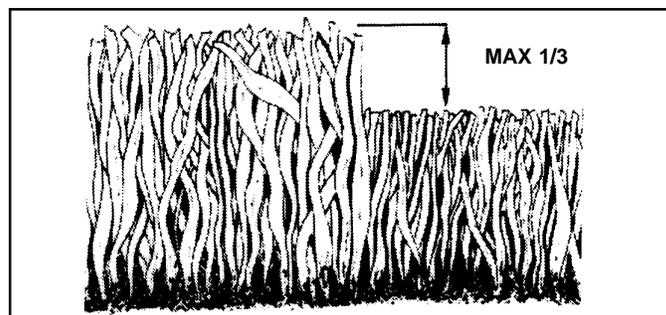

FIG. 6
- Pour les meilleurs résultats, ajustez la hauteur de coupe de la tondeuse afin que la tondeuse coupe seulement le tiers du haut de l'herbe (Voyez Fig. 6). En cas que l'herbe est très haute, il sera nécessaire d'élever la hauteur de coupe pour réduire les efforts de propulsion, pour éviter de surchauffer le moteur et pour éviter l'agglutination et l'abandon de masses d'herbe coupée. Pour les conditions de broyer de l'herbe très difficiles, réduisez la largeur de coupe en imbriquant l'allée auparavant coupée et tondez lentement.